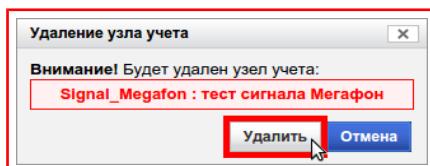

Рисунок 9.47 — Кнопка «Удалить»
- 4) Нажать на кнопку **«Удалить»**, рисунок 9.47.